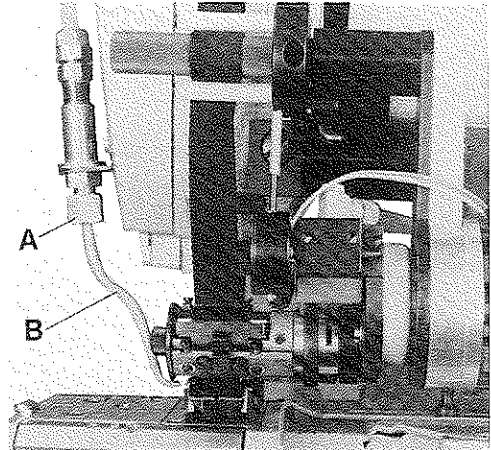

Fig.45
Immediately after the presser foot lifts the pneumatic thread wiper should blow the needle threads above the presser foot bottom. If adjustment is required loosen nut (A, Fig. 45) and turn the air pipe (B) as required. Retighten nut.
Der pneumatische Fadenwischer muß die Nadelfäden sofort nach dem Anheben des Drückerfußes über die Drückerfußsohle blasen. Ist eine Einstellung notwendig, lösen Sie die Mutter (A, Fig. 45) und drehen das Luftrohr (B) nach Bedarf. Ziehen Sie die Mutter wieder an.